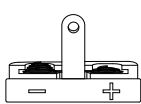
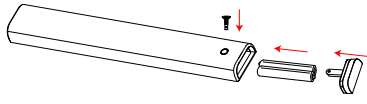

图 1
图 2
3. 请按图2指示正确安装电池。请注意电池盖（图1）的正负极标识。重新装上电池仓盖并拧紧螺丝，测试遥控器是否操作正常。